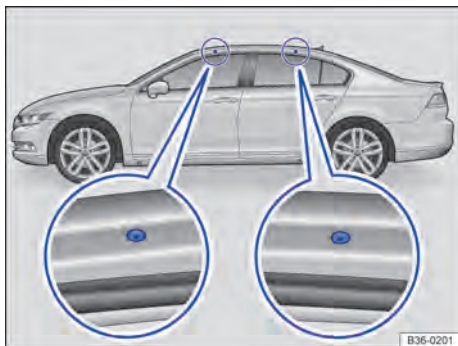

Fig. 151 Abaixo das vedações de borracha da porta dianteira e traseira: pontos de fixação para os suportes de base.
Os furos para fixação dos suportes de base se encontram nos lados inferiores das vigas do teto e somente podem ser vistos se a porta estiver aberta → Fig. 151.
- Fixar as barras de suporte somente nas marcações indicadas na figura → Fig. 151.